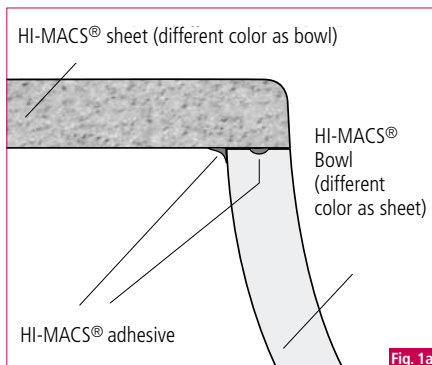

Fig. 1a
- 15.1** Die thermisch geformten Spül- und Waschbecken können auf zwei Arten montiert werden: Unterbau mit Falz bei gleicher Farbe von Platte und Form (Abb. 1) oder ohne Falz bei unterschiedlicher Farbe von Platte und Form (Abb. 1a).